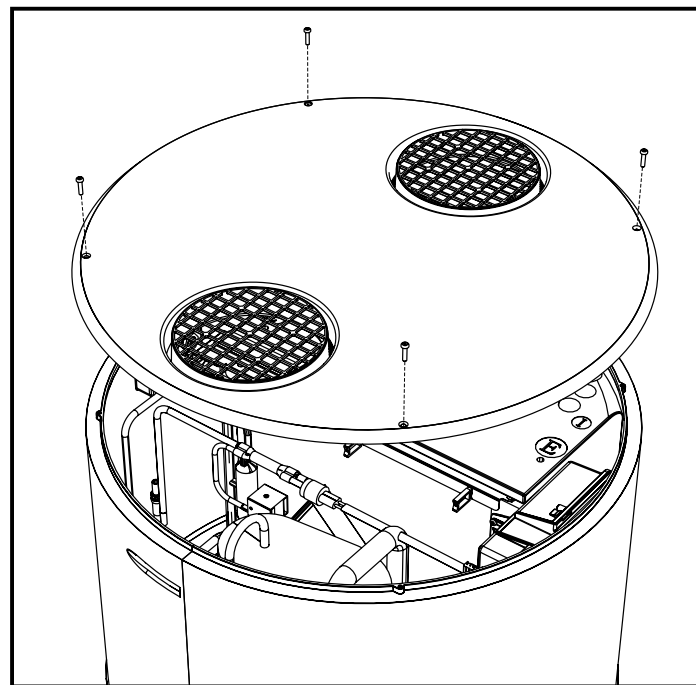

fig. 29- Retrait du panneau supérieur
- Retirez le couvercle supérieur en dévissant d'abord les vis de verrouillage (fig. 29).